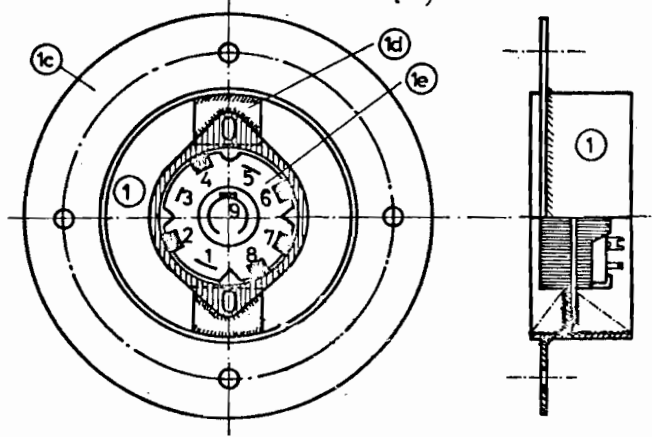

Fig. VI-19
Le circuit d'anode se trouve de l'autre côté de la platine (3), à droite sur la figure C'est une cavité coaxiale résonnant en quart-d'onde. Le support de la lampe avec sa cheminée céramique se trouve également de ce côté et les cosses 2-4-6-7-8 du support sont réunies à la masse ensemble, les détails 1a, b, c, d, e de la figure VI-19 correspondent à l'emploi d'un support Loktal ordinaire de préférence en céramique.